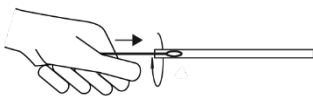

Bild 9: Steigschlauch im Bereich der Olive von innen reinigen
- Nehmen Sie jetzt ein mit Desinfektionsmittel getränktes Wattestäbchen und reinigen im Bereich der Olive die Innenfläche des Steigschlauch (**Bild 9**).